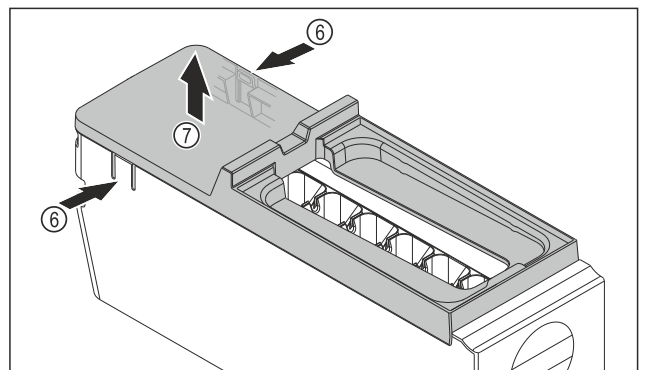

Fig. 87
- Abdeckung des EasyTwist-Ice-Korpus entnehmen: Laschen Fig. 87 (6) an den beiden Seiten des EasyTwist-Ice-Korpus mit einer Hand drücken.
- Abdeckung Fig. 87 (7) mit der anderen Hand nach oben entnehmen.